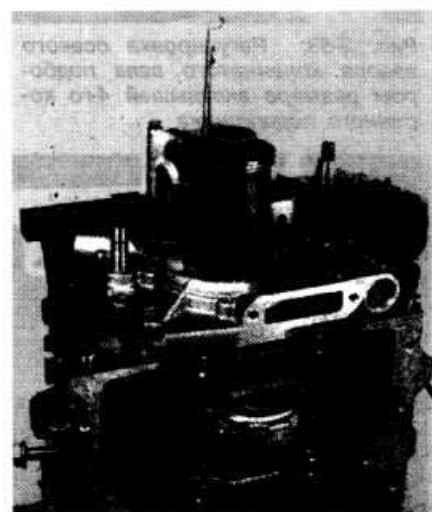

Рис. 3-60. Центрирование масляного насоса относительно коленчатого вала с помощью приспособлений BMW 11.4.201 и 11.4.202/203
- С помощью приспособлений BMW 11.4.201 и 11.4.202/203 отцентрировать масляный насос относительно коленчатого вала (рис. 3-60).